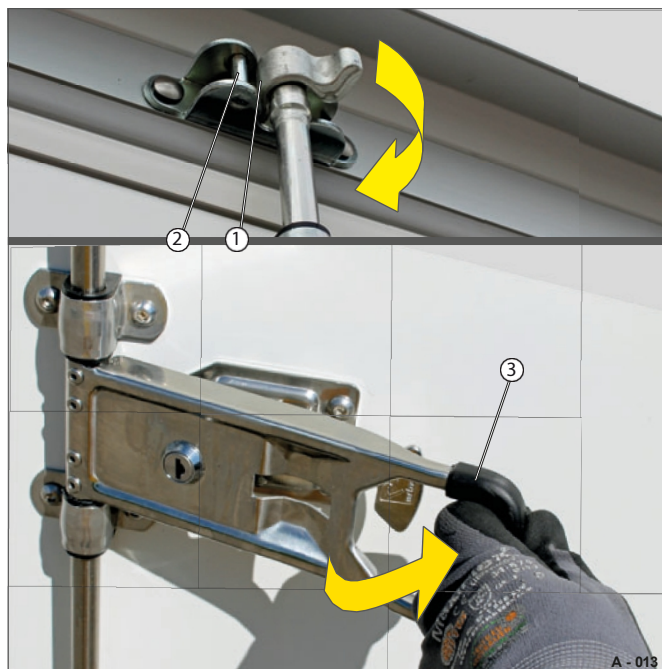

Fig. 13 Låsing av dørbladet
- Sett låsekroene (fig. 13/1) inn i låseboltene (fig. 13/2).
- Trykk håndtaket (fig. 13/3) ned slik at låskroene går i inngrep i låseboltene.